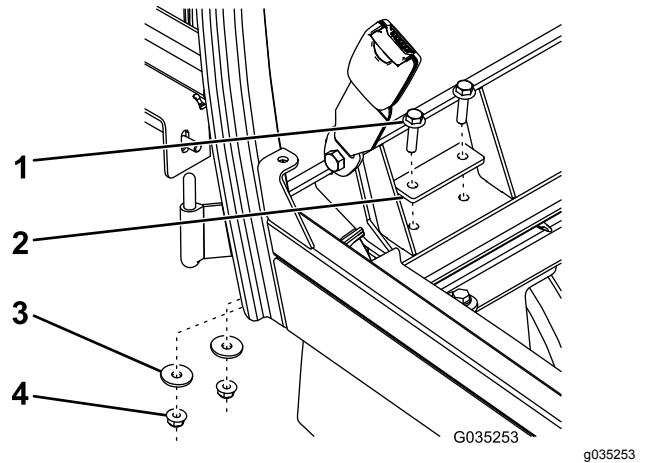

Figure 13
- Fixez l'arrière du cadre de cabine aux supports gauche et droit au moyen de 4 boulons à embase ($\frac{5}{16}$ " x $1\frac{1}{4}$ "), 2 plaques de support, 4 rondelles plates et 4 écrous à embase ($\frac{5}{16}$ "), comme montré à la Figure 13.